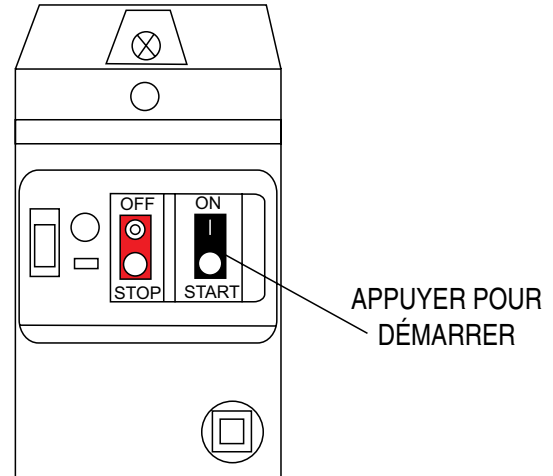

Figure 24. Interrupteur MARCHE/ARRÊT du moteur électrique (Démarrage)
3. Pour arrêter le moteur électrique, appuyer sur l'interrupteur de **MARCHE/DÉMARRAGE** noir (Figure 24).